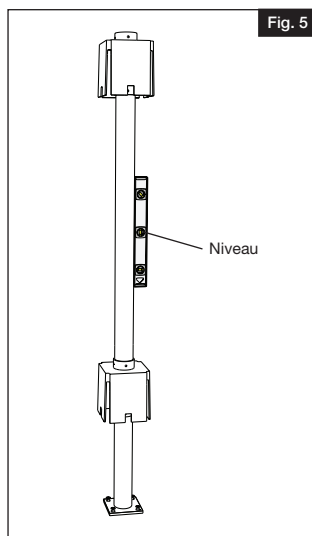

Fig. 5
- Au moyen d'un niveau, s'assurer que le poteau structural est d'aplomb et de niveau (Fig. 5).